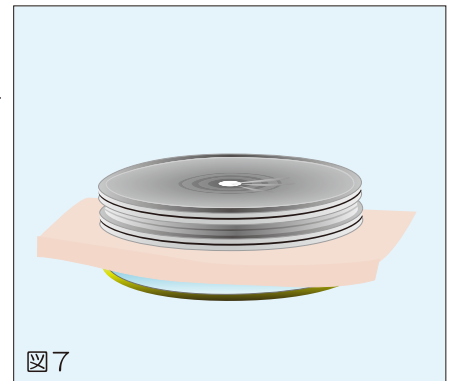

図7
- 4.内視鏡でフレキシブルリングが前腹壁に密着していることを確認する。(図7)